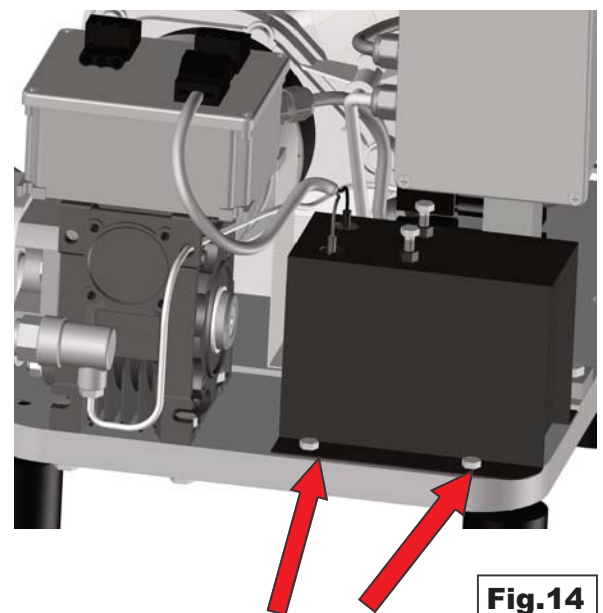

Fig.14
4. Quite los cuatro tornillos de la carcasa de la batería. **Fig.14**